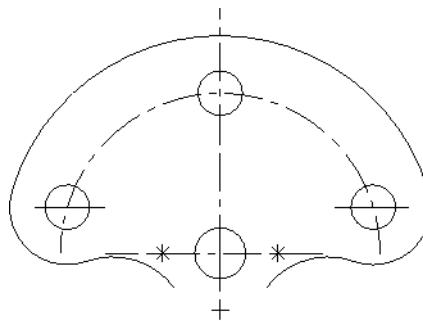

图 3-83 打开示例文件
- 01 在“文件”工具栏中单击“打开文件”按钮，打开光盘中“第 03 章\3.4.4 三点绘制圆实例.MCX-7”，如图 3-83 所示。